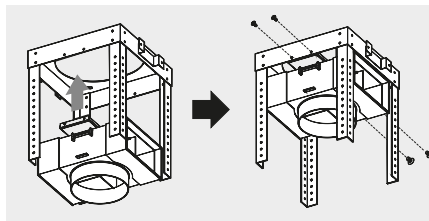

Figura 11
- Asegure el deflector al soporte de fijación de la campana instalado previamente en el techo, usando 4 tornillos M4X6, como se muestra en la (figura 11).